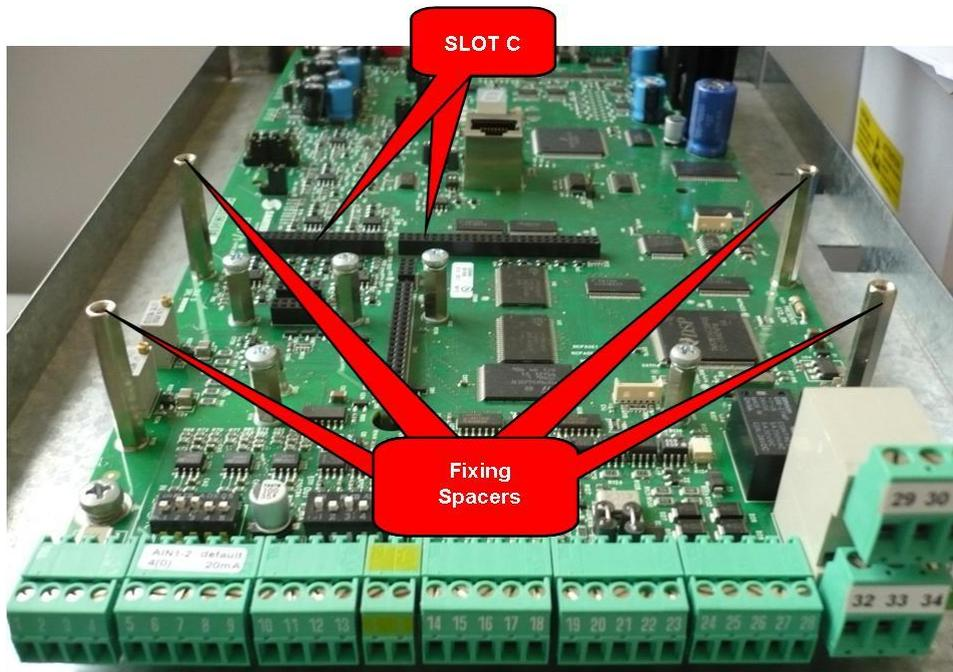

Figura 142: Posizione dello slot C all'interno del coperchio morsettiere Inverter
3. Rimuovere il coperchio di protezione della morsettiere dell'inverter agendo sulle due viti frontali nella parte bassa del coperchio. Risulta così accessibile lo slot C della scheda di controllo sul quale va installata la scheda ES861 come visibile in Figura 142.